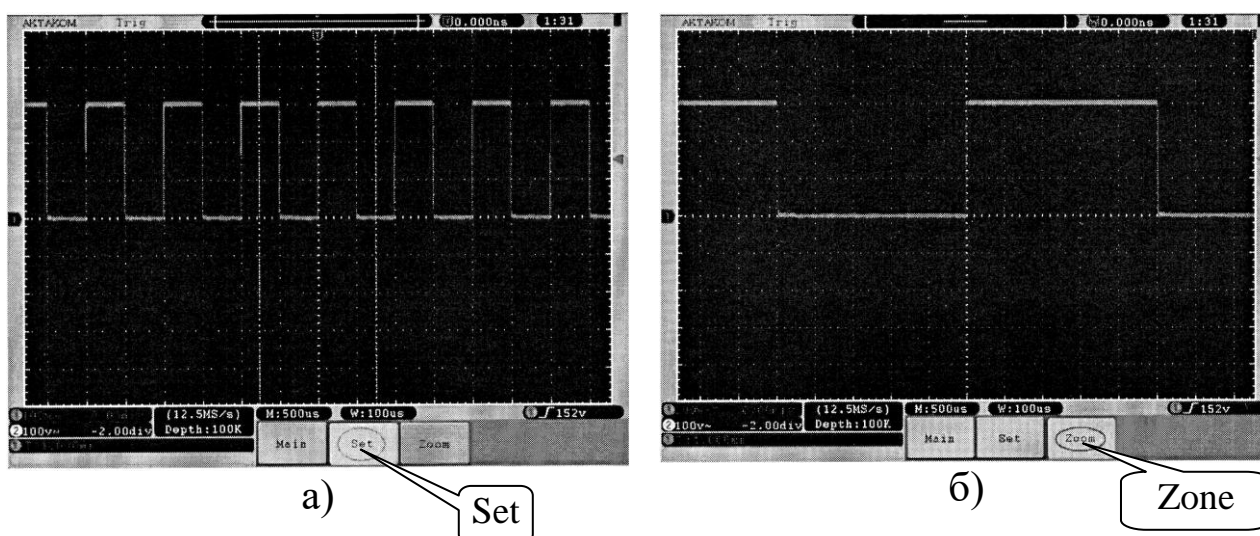

Рис. 3.8. Выбор окна фрагмента (а) и растяжка фрагмента во весь экран (б).
На рис. 3.8 показан выбор фрагмента осциллограммы и его растяжка.
1. Нажмите на кнопку H2 "Set" для выбора окна фрагмента для последующей растяжки изображения. На экране появятся два курсора, ограничивающие область окна. При этом регуляторы HORIZONTAL POSITION и SEC/DIV могут использоваться для изменения горизонтального положения и размера этой области окна, рис. 3.8а.
2. Нажмите на кнопку H3 «Zone» для растяжки окна фрагмента ограниченного двумя курсорами на весь экран, рис. 3.8б.